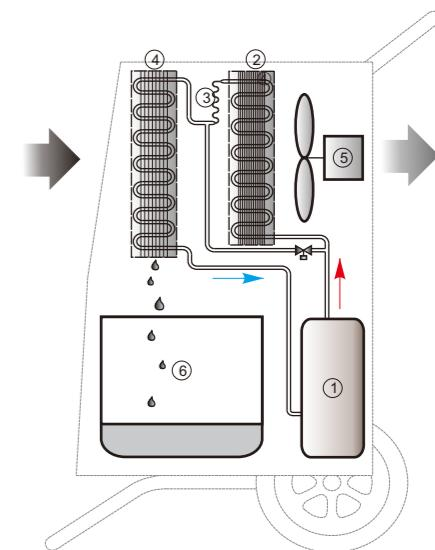

Abb. 1
(siehe Abb. 1) Das Design der MDR-Luftentfeuchter basiert auf dem Kühlmittelkreislauf. Innerhalb des hermetischen Systems pumpt und verdichtet der Kompressor (①) Kühlmittel zu Gas von hoher Temperatur und leitet es weiter an den Kondensator (②). Nach dem Wärmeaustausch und dem Weg durch den Kondensator wird das Gas in der Kapillare (③) gedrosselt und in eine tiefkalte Flüssigkeit umgewandelt, die dann durch den Verdampfer fließt (④), verdampft und an den Kompressor zurückgeleitet wird. Der Ventilator (⑤) bläst die feuchte Luft über die gekühlte Oberfläche des Verdampfers, wo sie unter den Taupunkt abgekühlt und die Feuchtigkeit entzogen, gesammelt und an den Wassertank (⑥) weitergeleitet wird. Die kühle Luft fließt über den heißen Kondensator, der sie wieder erwärmt. Die Luft wird dann mit einer etwas höheren Temperatur, aber einer niedrigeren relativen Feuchtigkeit als bei Eintritt in das Gerät in den Raum ausgestoßen. Die ununterbrochene Zirkulation der Raumluft durch den Luftentfeuchter verringert nach und nach die relative Luftfeuchtigkeit im Raum.